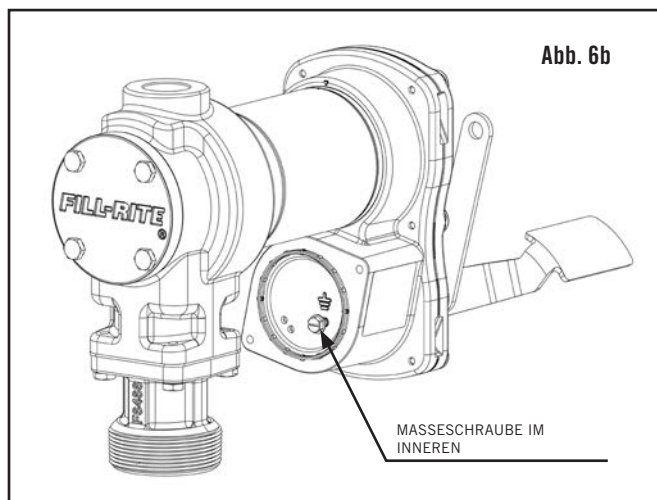

Abb. 6b
3. Die Pumpenkabel gemäß Schaltplan an die Versorgungsleitungen anschließen. Darauf achten, dass die Anschlüsse mit geeigneten Kabelmuttern und anderen Steckverbindern vorschriftsmäßig isoliert werden. Hinweis: Das Massekabel MUSS angeschlossen werden. Der Massekabelanschluss befindet sich im Inneren der Verteilerdose (Abb. 6b).